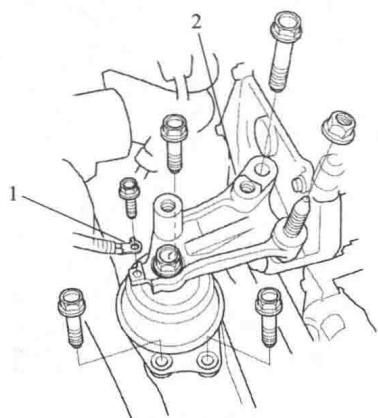
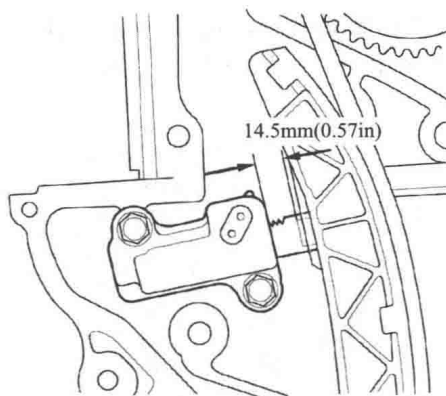

图 1-1-20
图 1-1-21
(9) 拆下搭铁电缆 1, 然后拆下发动机侧支座/托架总成 2, 如图 1-1-20 所示。
(10) 拆下机油泵。
(11) 测量张紧器体和张紧器连杆平面部分底部之间的张紧器连杆长度, 如图 1-1-21 所示, 如果长度超出使用极限 (14.5mm), 则更